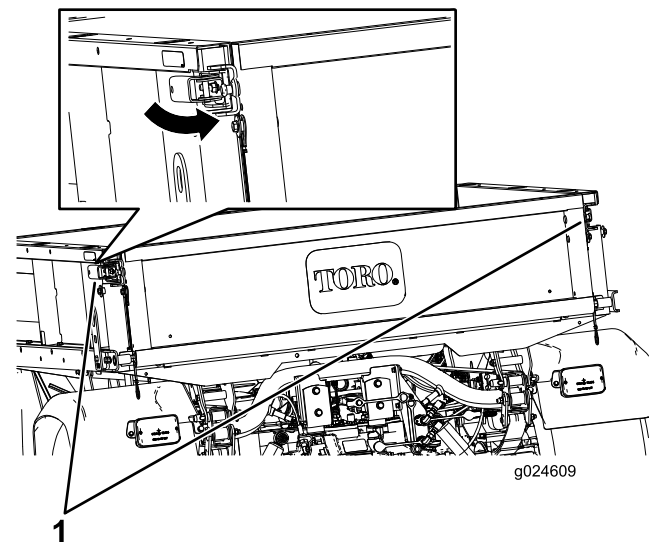

Figura 11
2. Abra los enganches de los lados izquierdo y derecho de la plataforma de carga, y baje el portón trasero (Figura 11).